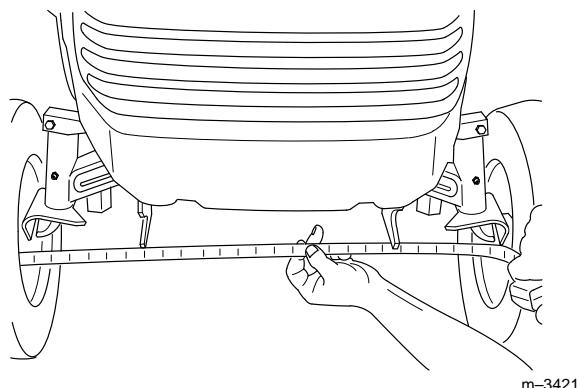

Figure 41
la pelouse ou si la direction est dure. Contrôler le pincement toutes les 100 heures de service ou une fois par an, selon ce qui se présente en premier (Fig. 41).
4. Mesurer la distance entre les deux pneus avant à la hauteur des fusées, à l'avant et à l'arrière des roues (Fig. 41).